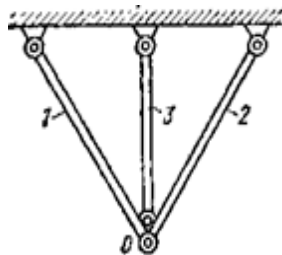

Рис. 15
19. При сборке плоской стержневой системы (рис. 15) обнаружили, что стержень 3 несколько короче, чем требуется. Чтобы соединить болтом все три стержня в точке О, стержень 3 нагрели. В поперечных сечениях, каких стержней возникают напряжения сжатия и напряжения растяжения по мере остывания стержня 3 после сборки?